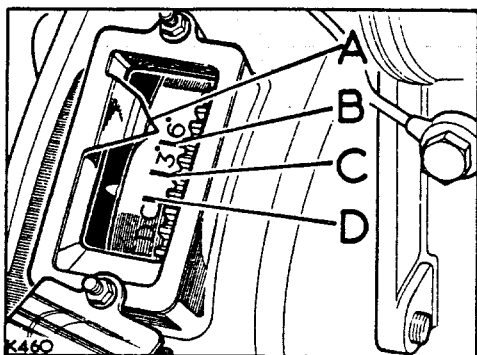

Abb. A1-95. Einstellmarkierungen auf dem Schwungrad. Motoren der früheren Ausführung
5. Den Stirnraddeckel vorübergehend befestigen und prüfen, dass die Einstellmarkierungen auf dem Schwungrad, bzw. auf dem Stirnradgehäuse vorschriftsgemäss ausgerichtet sind. Siehe Abb. A1-95, bzw. A1-96. Vorausgesetzt, dass die Nockenwelle nicht gedreht wurde, besteht Gewähr, dass die Nockenwelleneinstellung unverändert geblieben ist. Im Zweifelsfall ist gemäss Arbeit A1-27 'Nockenwelle einstellen' vorzugehen.